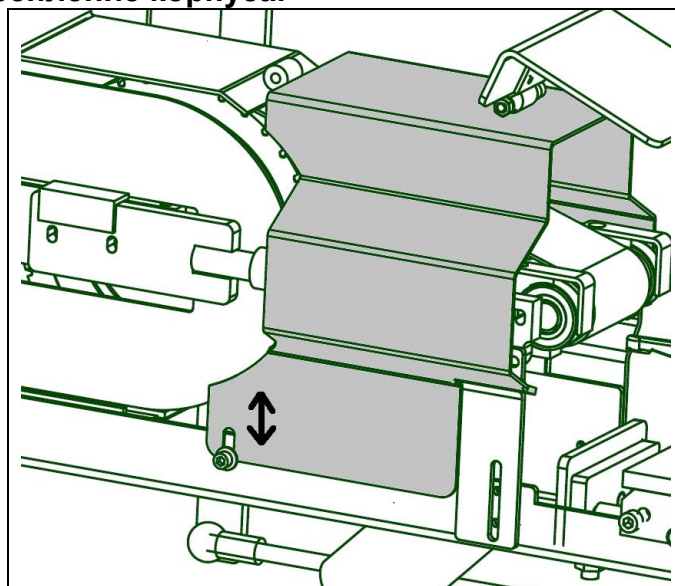

Рис.: 2.2.4 Корпус демонтируется отпусанием двух болтов.
Для замены ленты необходимо ослабить напряжение ленты, повернув рукоять (D), как указано на рисунке 2.2.5. против часовой стрелки. Корпус (см. рис. 2.2.4) необходимо разобрать и снять ленту. Наденьте новую ленту и убедитесь, что направление стрелки на обратной стороне ленты совпадает с направлением вращения. Рукоять (D) затем необходимо вращать по часовой стрелке до тех пор, пока не будет достигнуто натяжение шлифовальной ленты. После этого снова собрать корпус.